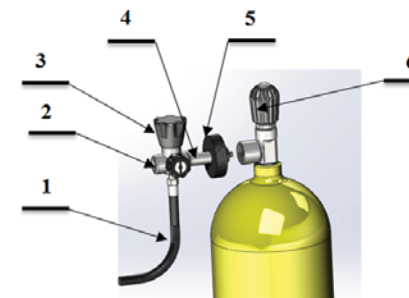

Рисунок 22
- присоединить вентиль 6 (рисунок 22) баллона к раздаточному штуцеру 4, вращая маховик 5 по часовой стрелке;